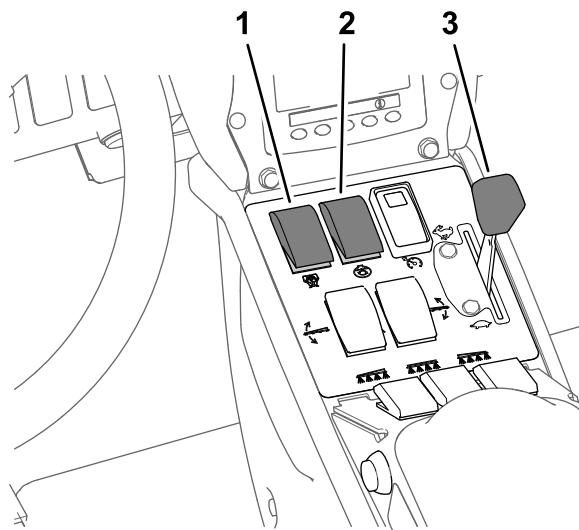

Figura 42
- Ponga el interruptor de agitación y el interruptor de la bomba de fumigación en la posición de ACTIVADO (Figura 42).
- Mueva el acelerador a la posición de RÁPIDO (Figura 42).
Nota: Este procedimiento supone que la bomba de fumigación está activada; consulte Figura 42, en Fumigación en el Modo de caudal de aplicación (página 37).
- Ajuste el acelerador a la velocidad de motor deseada para la fumigación; consulte Figura 42, en Fumigación en el Modo de caudal de aplicación (página 37).